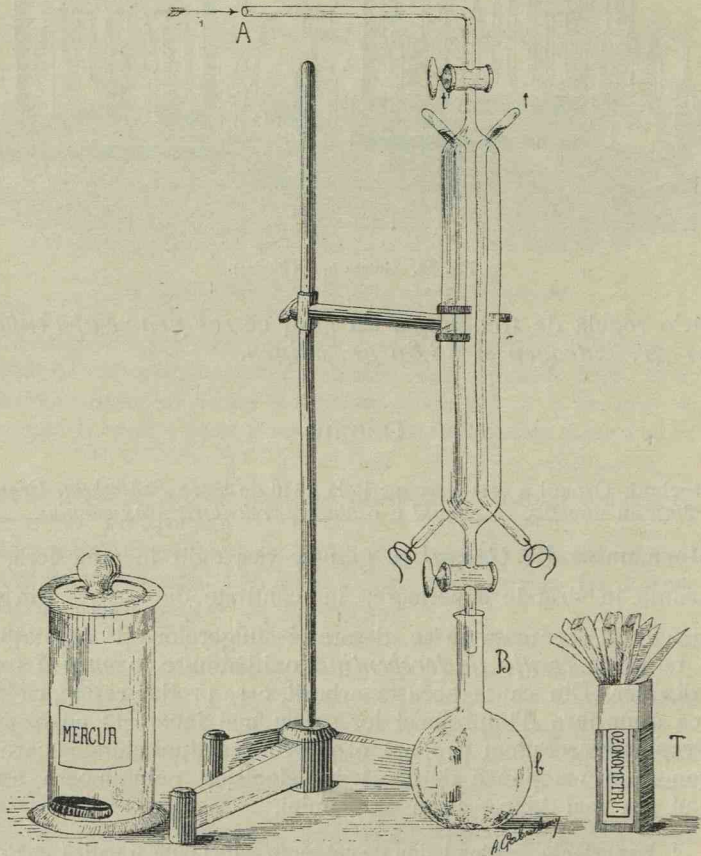

Fig. 44. Aparatul Teclu pentru prepararea ozonului.
2. *Aparatul Teclu*, fig. 44, este unul din cele mai bune și practice aparate cu care putem prepară ozon prin mijlocirea des-